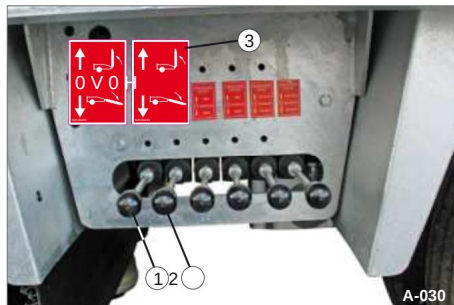

Bild 31 Kontrollpunkt
• Tryck spakarna (bild 31/1
och bild 31/2) uppåt eller nedåt för att flytta ramperna till önskad position.
ÿ Tryck respektive spak nedåt (se bild 31).
• Tryck respektive spak uppåt (se bild 31).